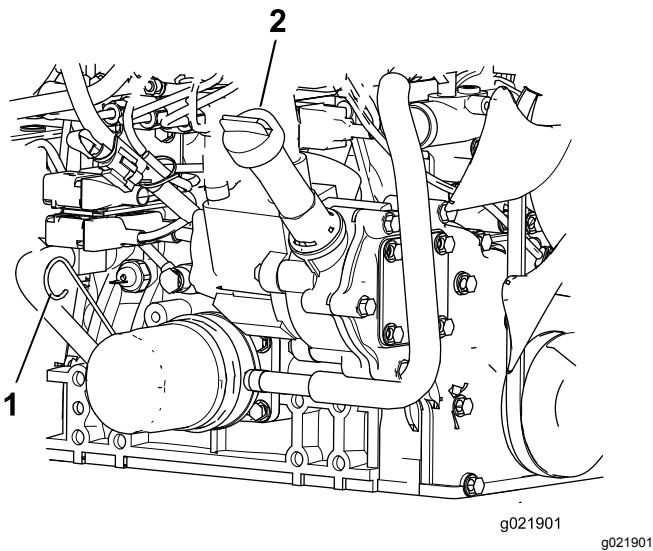

Figura 72
3. Retire la varilla, límpiela, vuelva a colocarla en el tubo y retírela de nuevo. El nivel de aceite debe estar entre las marcas LLENO y AÑADIR (Figura 72).
4. Si el nivel de aceite es bajo, retire el tapón de llenado y añada suficiente aceite para que llegue entre las marcas LLENO y AÑADIR (Figura 72).